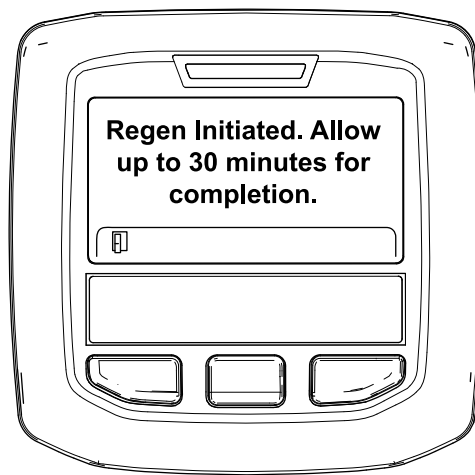

Figura 37
- Si la regeneración se permite, aparece el mensaje "Regen Initiated. Allow up to 30 minutes for completion" (Regeneración iniciada, espere 30 minutos hasta que finalice) en el InfoCenter y debe esperar a que la máquina finalice el proceso de regeneración con la máquina aparcada (Figura 37).